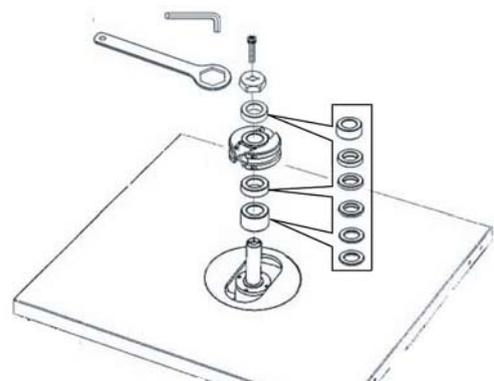

Abb. 6: Fräs Werkzeug montieren
Schritt 2: Den Fräskopf und die Spindeldistanzringe auf die Spindel aufstecken und den Abschlussflansch mit der Innensechskantschraube M12x25 sichern (Abb. 6).